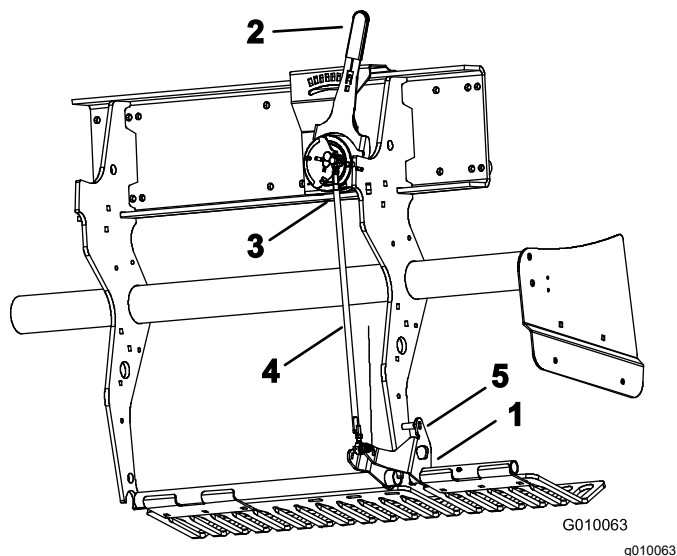

Figura 60
2. Gire el soporte de montaje del protector de césped izquierdo (Figura 60) hacia arriba, hasta que pueda introducir un pasador de bloqueo, como por ejemplo una broca o un perno de 8 mm entre el soporte y el tubo de ajuste de profundidad que está soldado al bastidor.
3. Mueva la palanca de profundidad de aireación (Figura 60) al ajuste H (mayor profundidad).
4. Desconecte el interruptor de bola externo (Figura 60) del arnés de cables (interruptor de cabezal bajado).
5. Afloje las contratuercas (izquierda y derecha) del tirante de ajuste de profundidad (Figura 60).